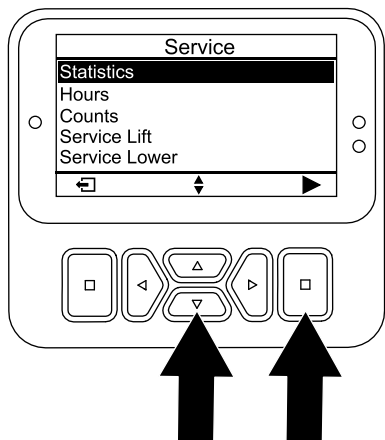

图 96
5. 在 SERVICE 维护屏幕上按向下按钮直至 STATISTICS 统计选项被选定然后按选择按钮图 96。